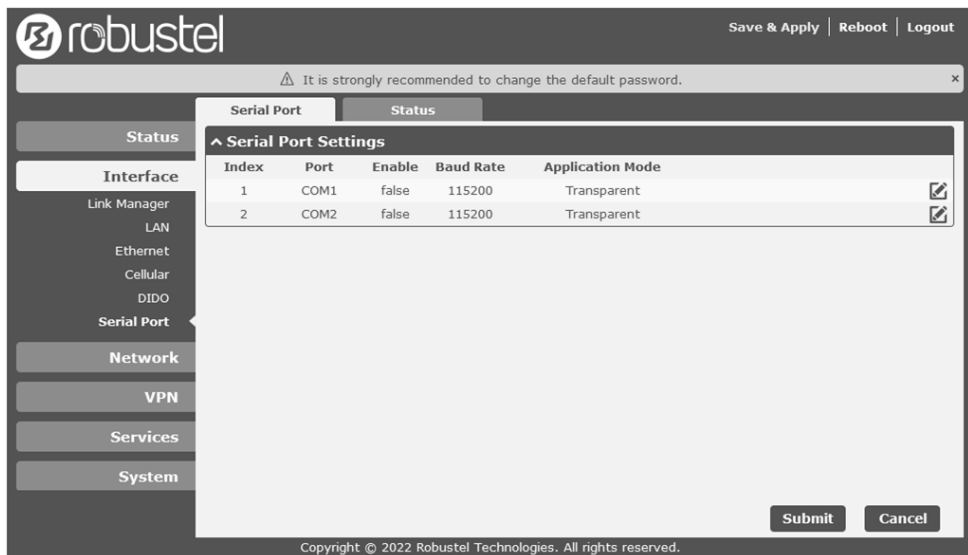

Рисунок 24 – Вкладка «Serial Port» подпункта «Serial Port»
3.5.13.29 В подпункте «Serial Port» (рисунок 24) можно задать настройки подключений по последовательным портам: RS232 (COM1) и RS485 (COM2). Для редактирования параметров подключения нажать кнопку